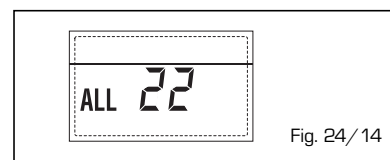

Fig. 24/14
- ANOMALÍA AVERÍA SONDA IMPULSIÓN SEGUNDA ZONA MEZCLADA "ALL 23" (fig. 24/15)